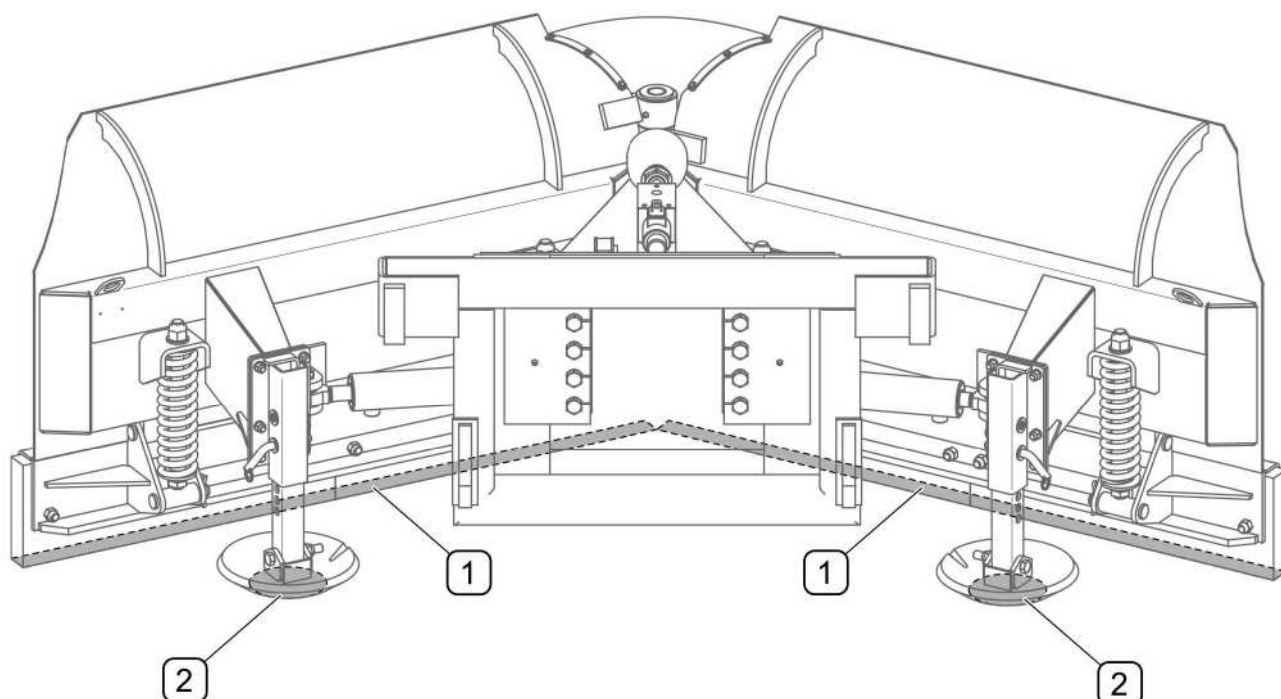

РИСУНОК 4.10 Положение плуга после отсоединения от транспортного средства
- развернуть отвалы плуга назад (РИСУНОК 4.10)
- отсоединенный от трактора (транспортного средства) плуг должен опираться на нижние кромки отвалов (1) и скользуны (2) или ходовые колеса (опция) (РИСУНОК 4.10)